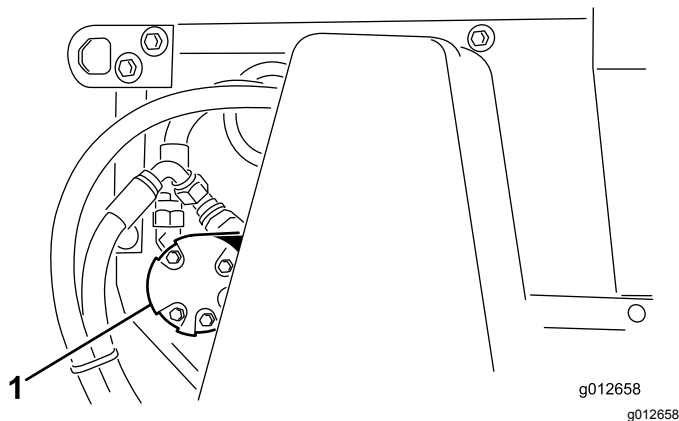

Figura 39
2. Afloje las tuercas que sujetan el motor del cepillo (Figura 39) al lado izquierdo de la máquina.